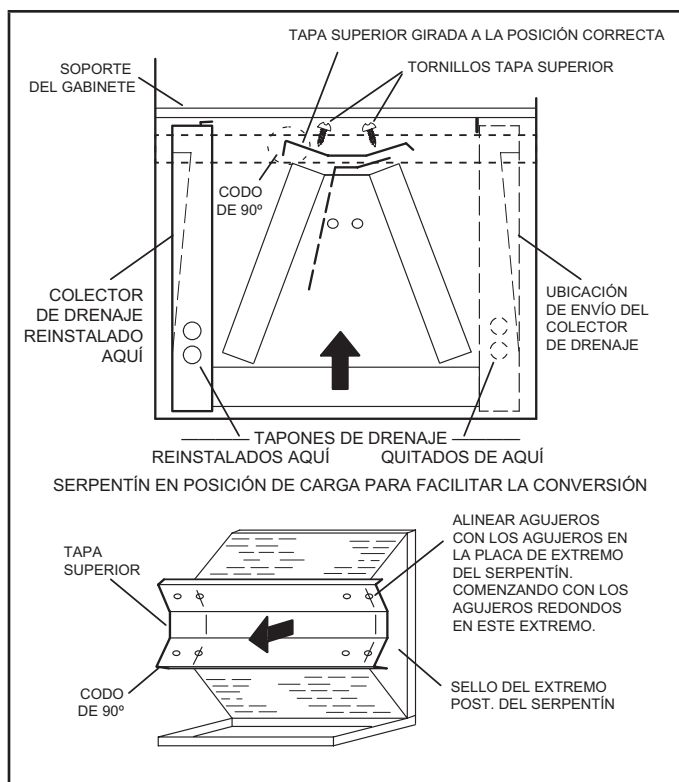

FIGURA 6. Modificación en el sitio para la descarga a la izquierda
- 7 - Gire la tapa superior 180° de adelante hacia atrás y alinéela con los orificios para tornillos sin usar. Los orificios se deben alinear con las placas del extremo trasero del serpentín. La tapa superior tiene un codo de 45° en un lado y un codo de 90° en el otro. **El codo de 90° debe estar en el mismo lado que el colector de drenaje horizontal** como se muestra en la FIGURA 6.
NOTA: Las secciones horizontales deben tener un respiradero (tubo vertical) antisifón instalado adelante de la sección horizontal. Ver FIGURA 6. Una sección horizontal extremadamente larga podría requerir una línea de drenaje sobredimensionada para eliminar las trampas de aire.